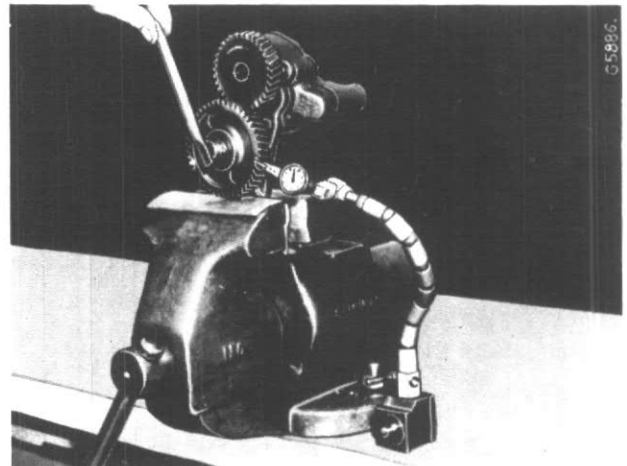

Figure 180
Serrez l'écrou de l'arbre jusqu'à ce que le jeu en bout du pignon fou soit de 0 à 0,05 mm, fig. 180.
NOTE: L'écrou auto-bloquant doit supporter un couple de serrage minimum de 4,5 mN. sur l'ensemble du filetage avant d'obtenir le jeu axial requis, fig. 180. Les écrous n'atteignant pas ce couple sont à remplacer systématiquement. Remplacez l'écrou après chaque démontage.
1. Sortez l'arbre (A) à la presse en évitant de détriorer son logement.
3. Enduisez le logement de l'arbre de Loctite, puis emmanchez le nouvel arbre en respectant la cote B fig. 180 a.